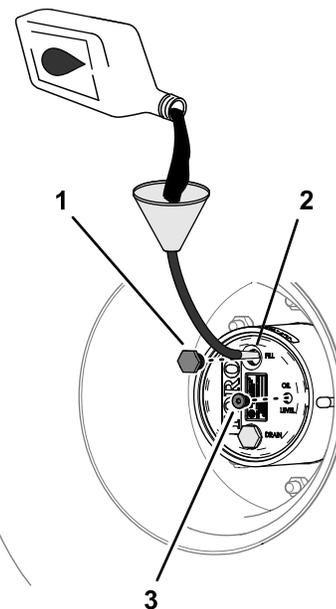

図 98
4. オイルの量が少ない場合は、補給プラグを取り、点検穴からあふれ出てくるまで所定のオイルを補給する 図 98 プラネタリギアドライブの潤滑油の仕様 (ページ 64) を参照。
6. 補給プラグと点検プラグを取り付ける 図 98。
- 補給プラグの穴から、新しいオイルをゆっくりと入れる 図 98 プラネタリギアオイルの点検 \(ページ 64\)を参照。
- 補給プラグと点検プラグを取り付ける 図 98 プラネタリギアオイルの点検 \(ページ 64\)を参照。